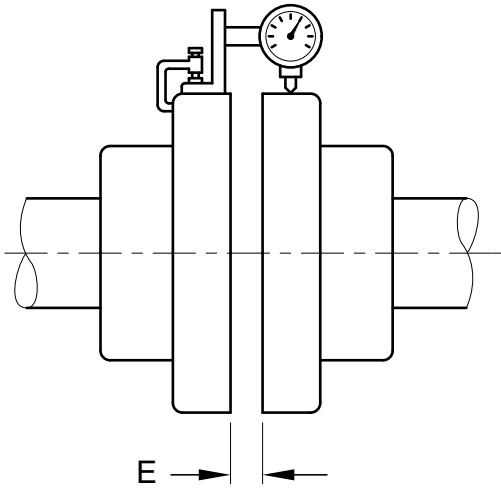

Рис. 8 Радиальное измерение (смещение ентр)в)
4.2.3.2 Радиальное измерение (рис. 8)
4.2.3.3 Комбинированное аксиальное и радиальное измерение (рис. 8)